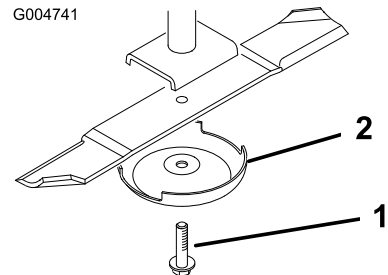

図 99
4. ブレードの一端部をウェスで包むか手に頑丈な手袋をはめるかして、ブレードを手で持ち、ブレードボルト、芝削り防止カップ、ブレードをスピンドルシャフトから外す (図 99)。